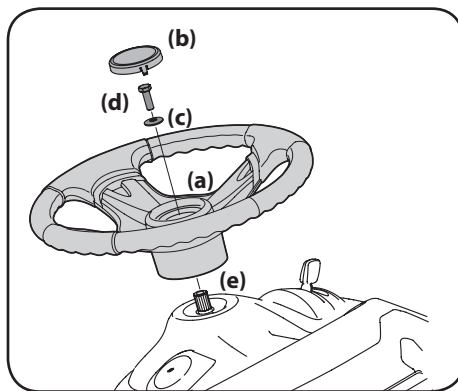

Figura 2-4
3. Coloque la arandela cóncava (c) – con el lado cóncavo hacia abajo – sobre el volante (a) y ajústela con el perno hexagonal (d). Consulte la Figura 2-4.